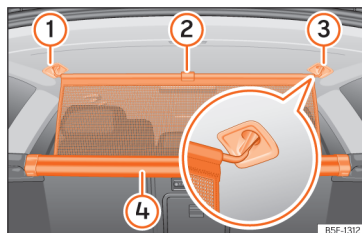

Fig. 185 Na bagageira: fixar a rede de separação.
- Puxe a aba para cima »» Fig. 185 ② para tirar a rede da carcaça ④.
- Prender a rede de separação do lado esquerdo ou direito ③ (imagem ampliada).
- Prender a rede de separação no alojamento do outro lado ① puxando a barra.